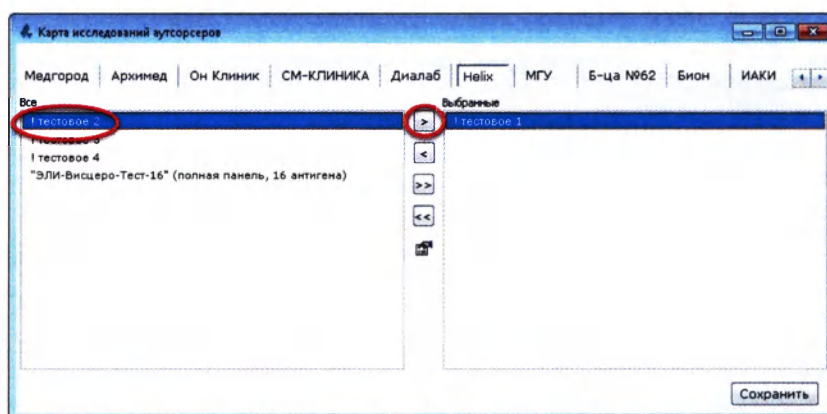

Рисунок 9.12
3. Из доступных исследований (окно слева) выберите исследования для автоматической отправки на аутсорсинг. При создании заявки эти исследования попадают в домашний журнал Аутсорсера (Рисунок 9.12):